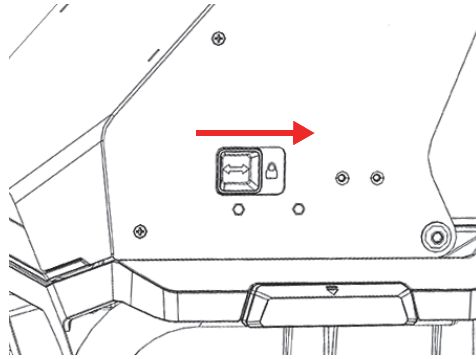

图 B-10 盖子的固定锁杆处于锁住的位置
1. 向右滑动固定盖子的锁杆，解锁舱盖（参见第113页的图 B-10）。